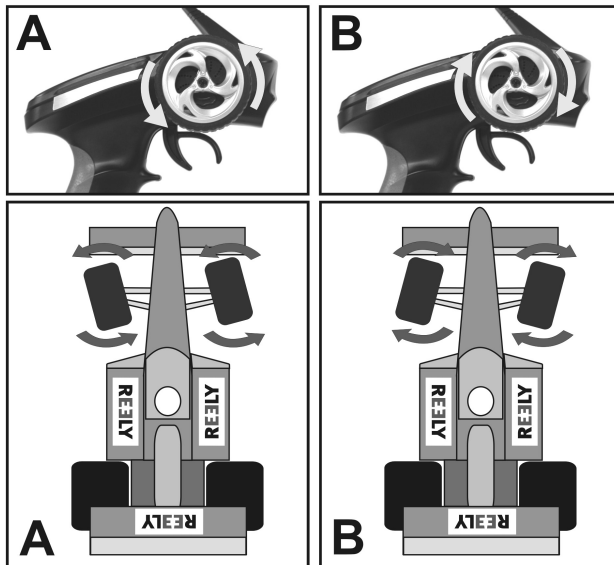

Figure 11
Si vous tournez le volant vers la gauche sur l'émetteur, les roues doivent se braquer vers la gauche (voir figure 11, croquis A). Si vous tournez vers la droite, les roues doivent braquer vers la droite (voir figure 11, schémas B).
Si les roues tournent dans le sens inverse de celui illustré sur la figure 11, vous pouvez inverser la direction commandée par le volant à l'aide de l'interrupteur Reverse pour la fonction de direction (15), et ainsi le sens de rotation du servo de direction.